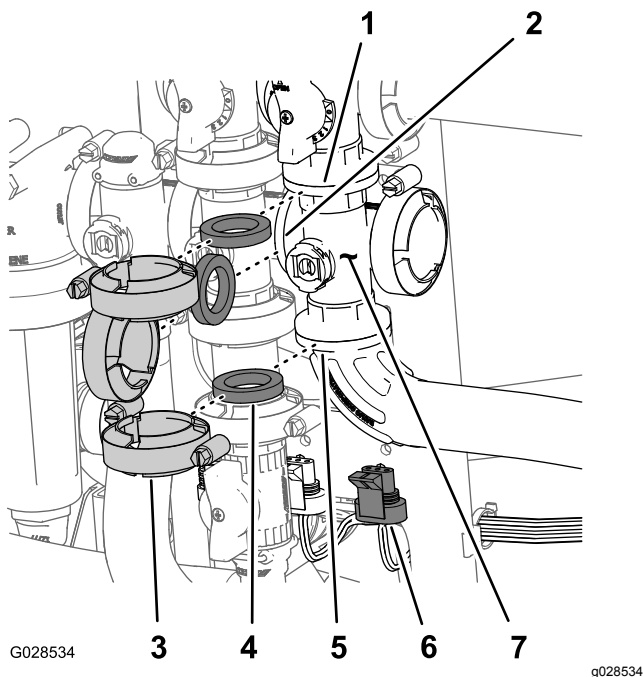

図 92
1. マスターブームバルブ用のマニホールド 図 92 をマスターブームバイパスバルブ、攪拌バルブおよびフランジ付き 90° エルボ フローメータ用ホースの端部にある に固定しているクランプとガスケットを外す。